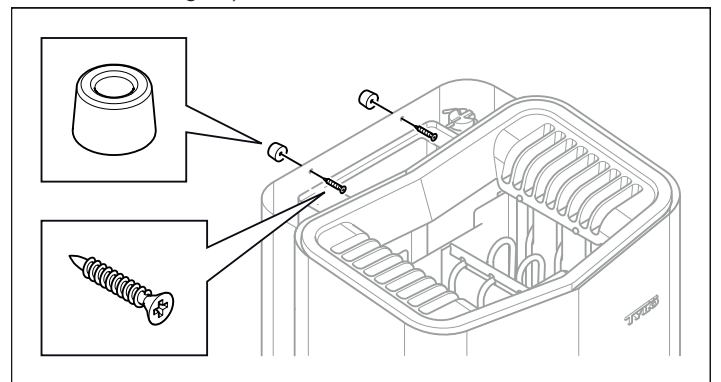

Abb. 12: Abstandhalter befestigen
- Befestigen Sie Abstandhalter zwischen Heizung und Wand (damit die Heizung nicht herausgehoben werden kann) (siehe Abbildung 12).